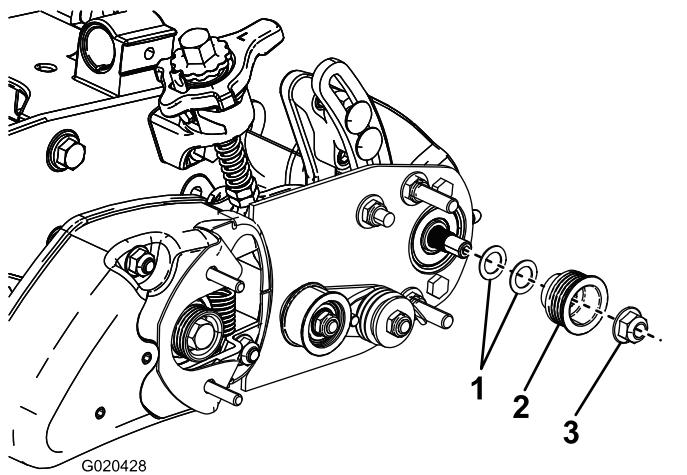
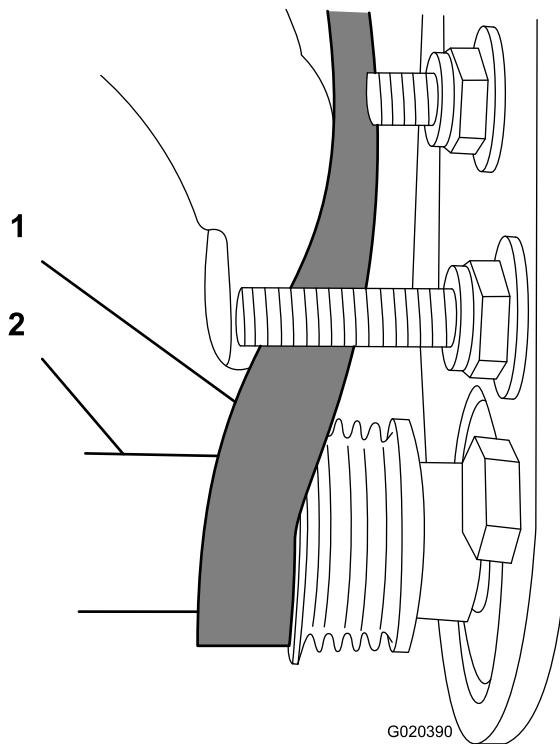

図 23
図 25
3. 受動プーリをブラシシャフトに固定しているロックナットを取り外す図 23または図 25。
4. シャフトから受動プーリを取り外す図 23。
5. プーリを外側に出したい場合には、0.8mm 厚のスペーサを1枚入れる図 23。プーリを内側に入れたい場合には、0.8mm 厚のスペーサを1枚抜き取る。
- C. 9/16 インチ深穴ソケットを使ってブラシアセンブリを回転させながら、ベルトを受動プーリに掛けまわす図 25。